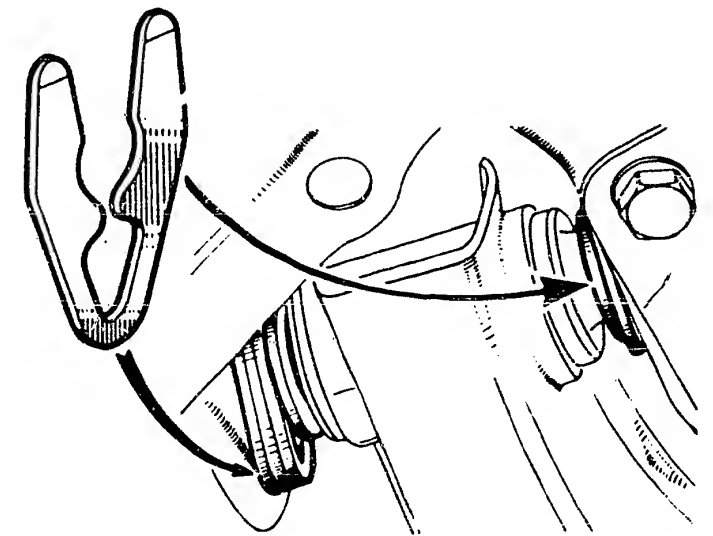

Bild 57 Einstellscheiben für die Verstellung der Vorspur an der Hinterachse.
b) **Hinterachse:** Der Radsturz ist nicht einstellbar. Die **Gesamtspur** und die Spurverteilung können an den inneren Anlenkpunkten der Schräglenker mit Einstellplatten verändert werden (Bild 57).
Die Hinterräder werden durch einen Schräg- und Längslenker geführt. Beim **Ausbau** des Schräglenkers ist die Lage der Spur-Einstellplättchen zu beachten (Bild 57).